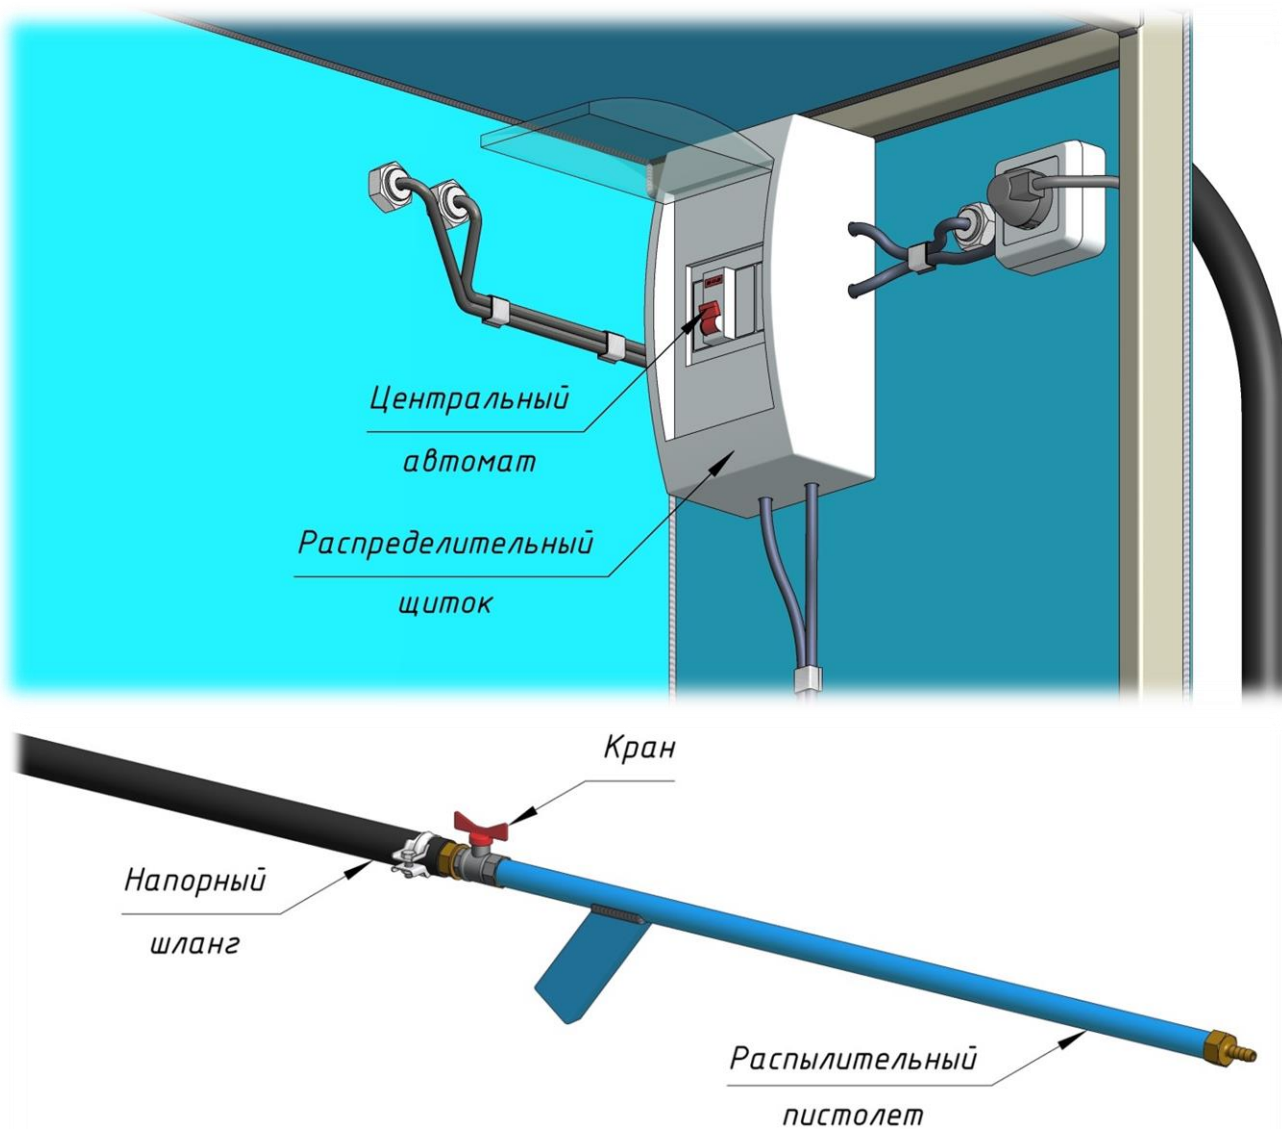

Рисунок 6
- включить центральный автомат, расположенный в распределительном щитке на правой стенке насосного отсека ПМК, и открыть кран распылительного пистолета (смотри рис. 6);
5.1. Включить центральный автомат (смотри рис. 6);
5.2. Крепко держа в руках распылительный пистолет, открыть кран и направить струю воды на очищаемую поверхность (смотри рис. 6);